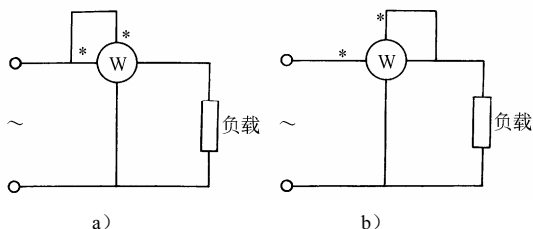

图 3-6 用功率表测量功率
（2）用功率表测量：正确的接线见图 3-6。在功率表的电流线圈的一端和电压线圈的一端标有\*、±或↑等标记。接线时必须将标有\*号的电流端钮接至电源的一端，而另一个电流端钮接至负载端，这时电流线圈是串联接在电路中，标有\*号的电压端钮，可以接至电流端钮的任一端，而另一个电压端钮则应该接至负载的另一端，功率表的电压线圈是并联接在电路中的。图 3-6a 适用于负载电阻远比功率表电流线圈电阻大得多的情况，图 3-6b 适用于负载电阻远比功率表电压线圈电
2. 单相交流电路有功功率的测量 单相交流电路有功功率常用单相功率表测量, 接线方法与用功率表测量直流电路的功率(见图 3-6)相同。